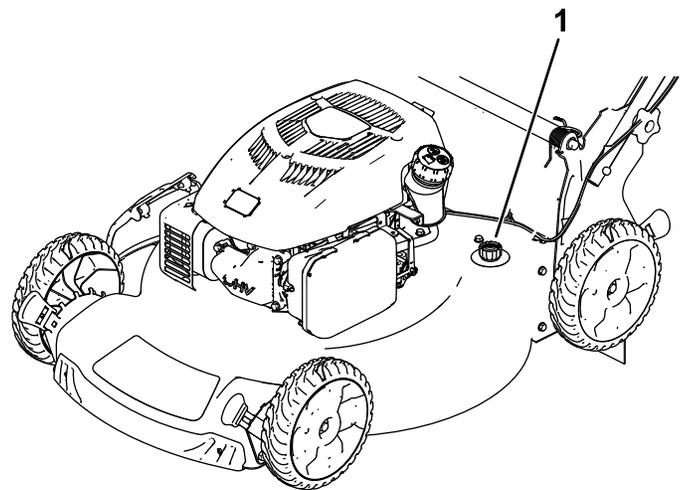

Figure 27
5. Branchez un tuyau d'arrosage, relié à une arrivée d'eau, au raccord de lavage (Figure 27).